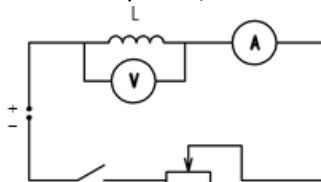

Рис. 3
1. Собрать цепь по схеме, изображенной на рис. 3, и подключить к источнику **постоянного** напряжения.